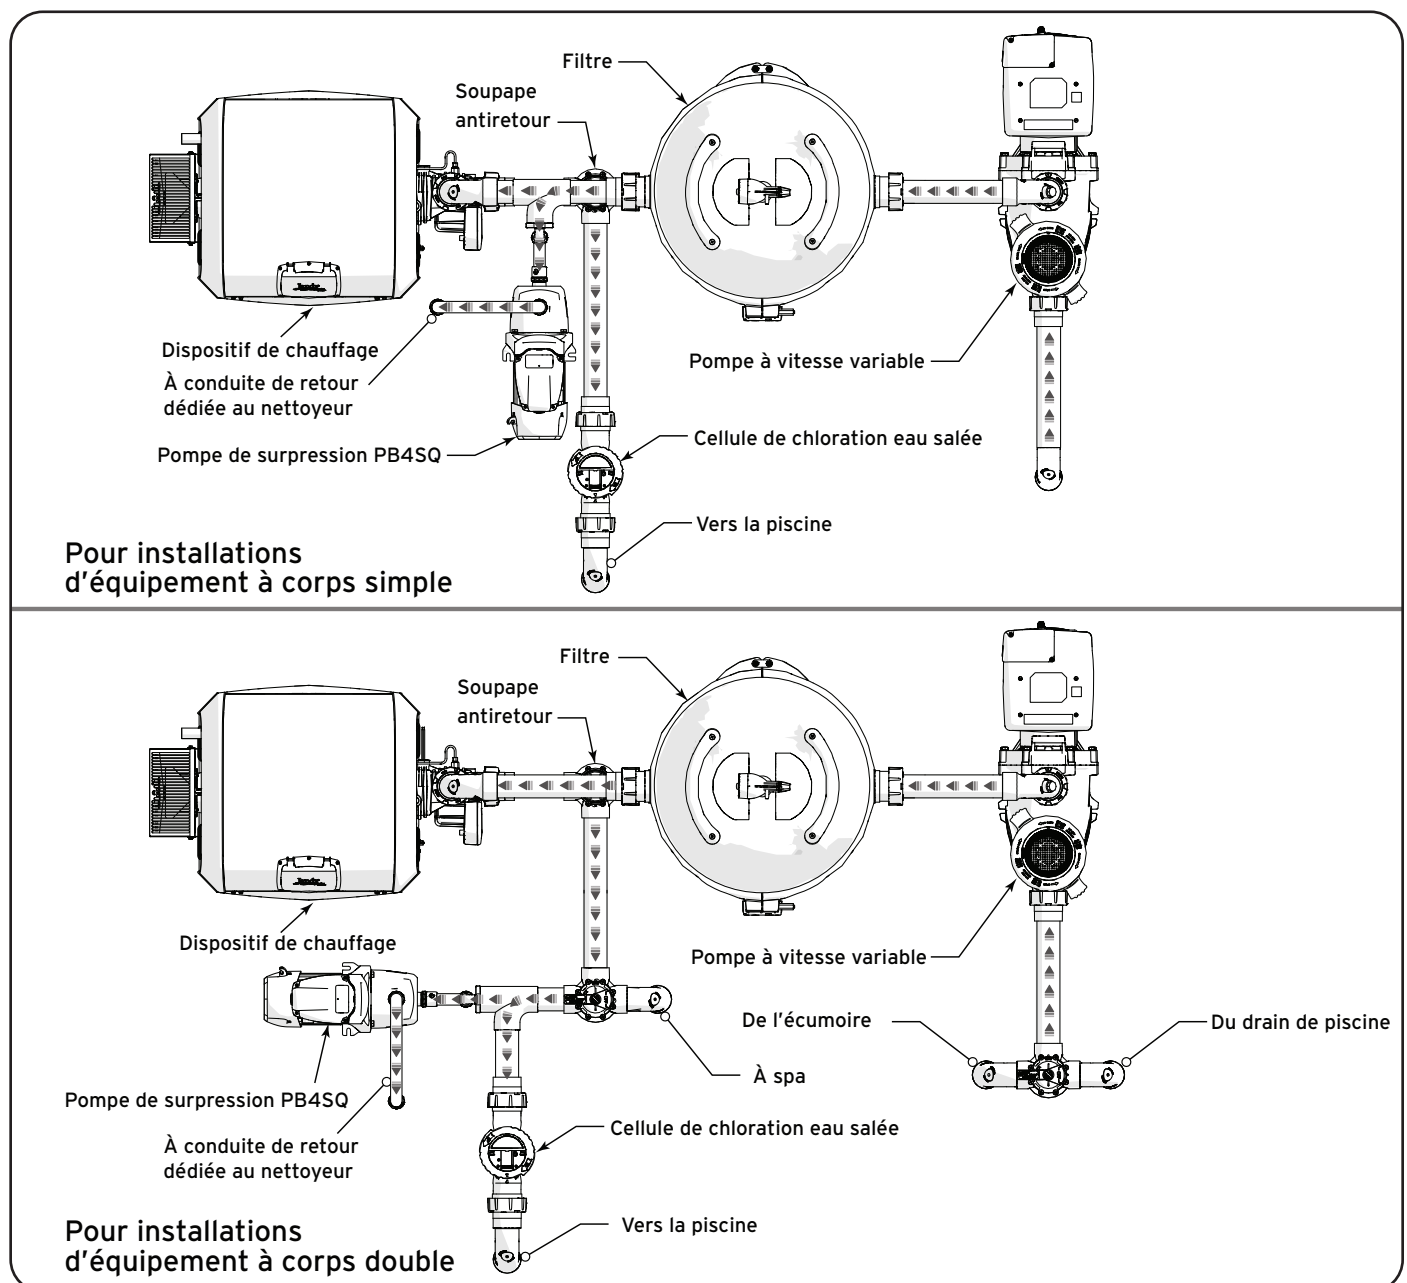

Figure 2. Disposition typique de l'équipement
- La pompe doit recevoir un débit constant de la pompe de filtrage. La PB4SQ n'est pas une pompe à auto-amorçage. Voir Figure 2.